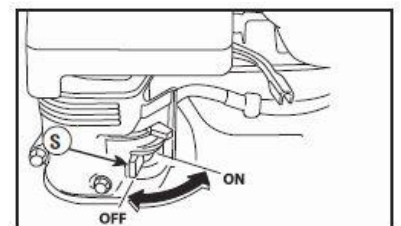

Fig. 12
6. Sitúe la palanca de la válvula de combustible (S) en la posición "Encendido" ("On"). (See Fig. 12)
3. Sitúe la palanca de la válvula de combustible (S) en la posición "Off" ("Lejos"). (See Fig. 12)